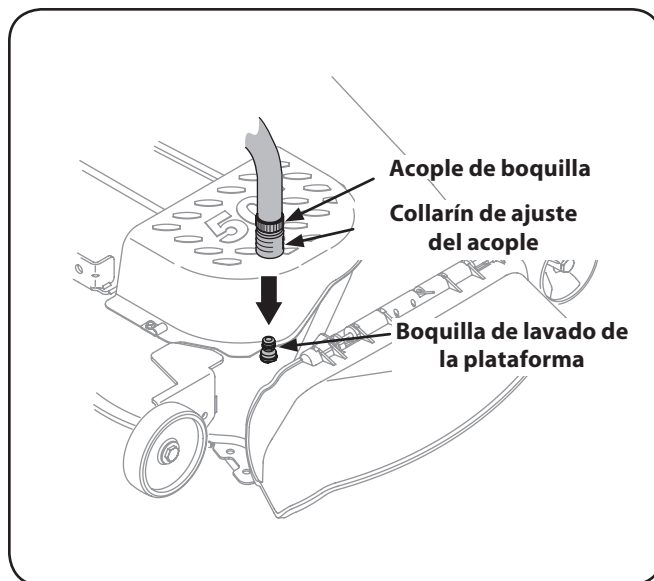

Figura 6-2
3. Una el acople de la manguera al puerto de agua que se encuentra a la izquierda en la superficie de la plataforma. Consulte la Figura 6-2.